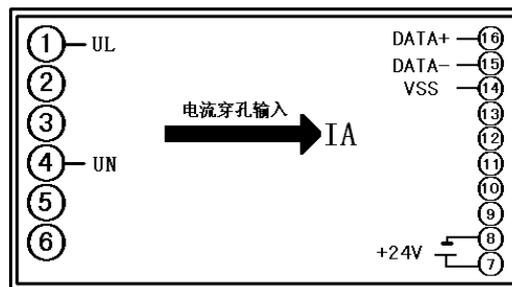

图 3.1.4 三隔离 S5 型产品 RS485 接口接线参考图
3.1.4.4 单相三隔离 S5 型产品接线参考图(电流穿孔输入，Φ11mm，最大 100A),见图 3.1.4